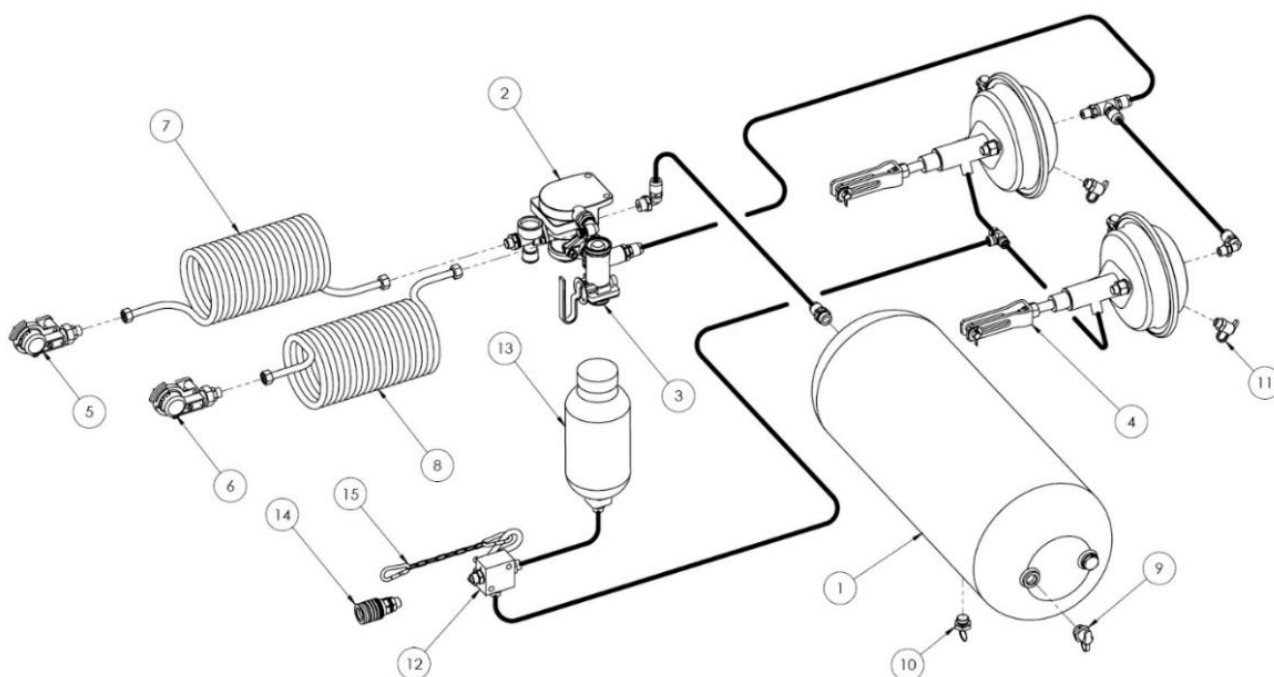

Рисунок 10. Пневмогидравлическая тормозная система
- пневмогидравлическая тормозная система (рисунок 10).
Другим вариантом тормозной системы является пневмогидравлическая тормозная система. Эта система представляет собой комбинацию 2-проводной гидравлической и пневматической тормозной системы. В зависимости от типа тормозов, которыми оснащен трактор, можно соответствующим образом подключить гидравлическую или пневматическую тормозные системы - рисунок 10.